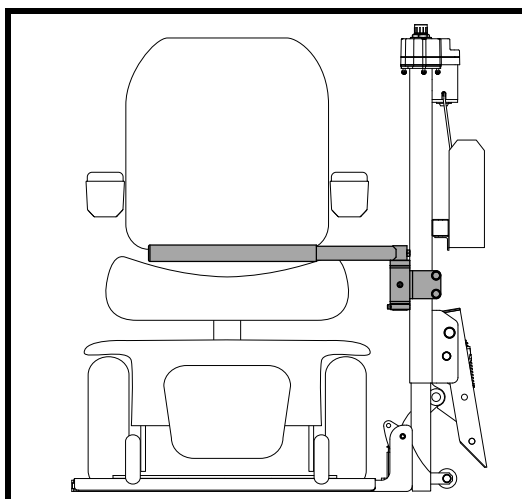

Figure 18. Barre de blocage pour fauteuil motorisé
**NOTE:** L'Outlander LP est le seul modèle qui fournit comme une fonction standard, une barre de blocage afin de sécuriser le fauteuil motorisé pendant le transport. Voir la figure 18.